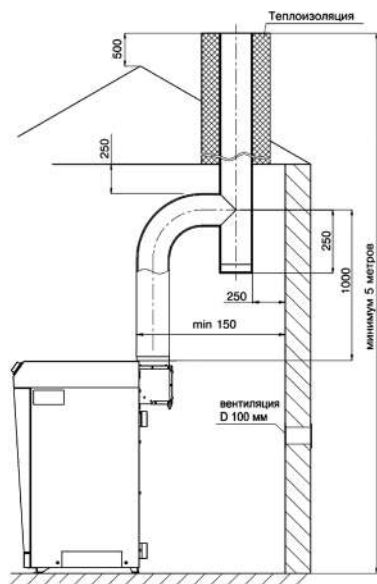

Рис. 4.
- 6.10. Устройство дымоход , к которому подключ ется котел, должно соответствов ть СП42-101-2003 «Общие положения по проектиров нию и строительству г зор спределительных систем» (см. рис. 4).